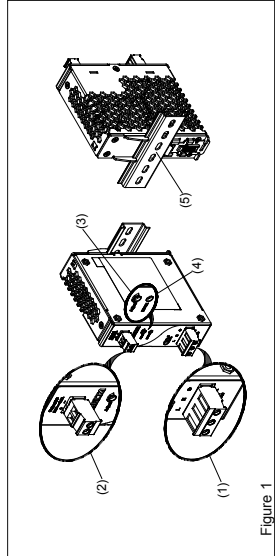

Figure 1
2. Gerätebeschreibung (Abb. 1)